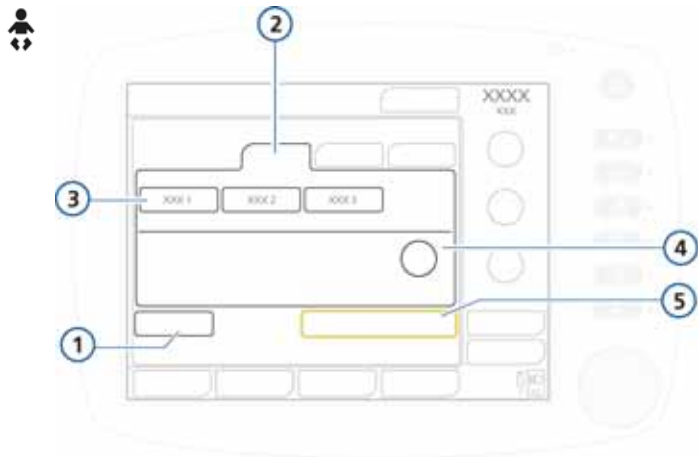

Figura 4-3. Finestra Standby di impostazioni paziente (pazienti neonatali)
- **Neonatale.** Per pazienti neonatali (Figura 4-3). Vedere la Tabella 4-1 per i range dell'età e del peso.